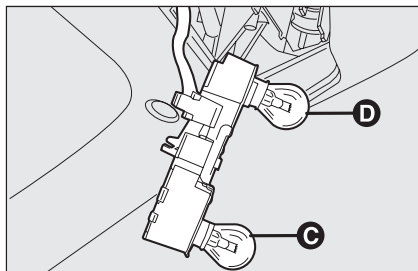

fig. 33
- ☐ quite y sustituya la lámpara que se desea cambiar empujándola ligeramente y girándola hacia la izquierda **fig. 33**:
- ☐ quite y sustituya la lámpara que se desea cambiar, empujándola ligeramente y girándola hacia la izquierda **fig. 33**;